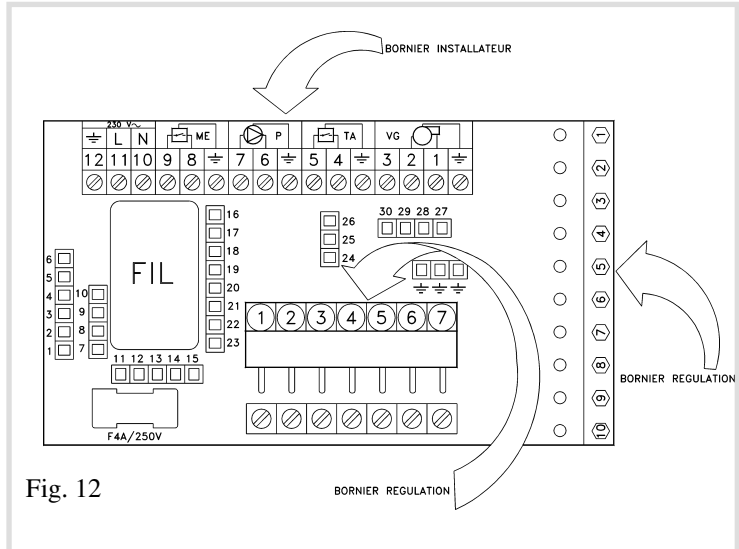

Fig. 12
**2.5. Raccordements électriques (Fig.12)**